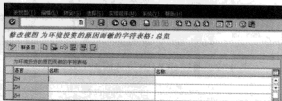

图 4-56 表视图修改界面
STEP 2 输入相应的视图表名称,单击“维护”按钮,进入表视图修改界面,如图 4-56 所示。在此界面中,可以单击“”按钮增加新条目,单击“”按钮对已有数据进行删除,单击“”按钮撤销修改。修改完成,单击“”按钮保存数据即可。